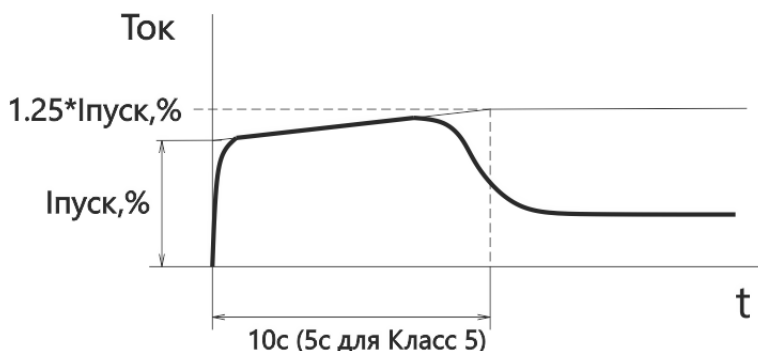

Рисунок 9 Плавный пуск с ограничением тока
1.9.2 Для предотвращения затягивания пуска при изменении нагрузки предусмотрено постепенное нарастание пускового тока до значения $1.25 \cdot \text{Ипуск}$. Период нарастания устанавливается в зависимости от настройки потенциометра «**Защита ЭД**». Для настройки «**Класс 5**» время ramпы составляет 5 секунд, для остальных значений – 10 секунд. См. рис.9.